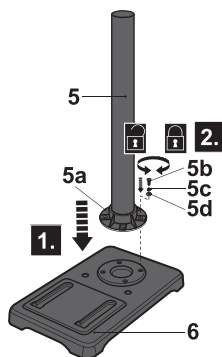

Fig. 1
> Alinhe os orifícios de montagem na base (6) com os orifícios do suporte (5a) e monte a coluna (5) na base utilizando uma chave apropriada para segurar a conexão com parafusos (5b), arruelas de pressão (5c) e arruelas (5d) (fig. 1). Não aperte os parafusos excessivamente. Mantenha as superfícies de montagem alinhadas, mas não as aperte excessivamente.